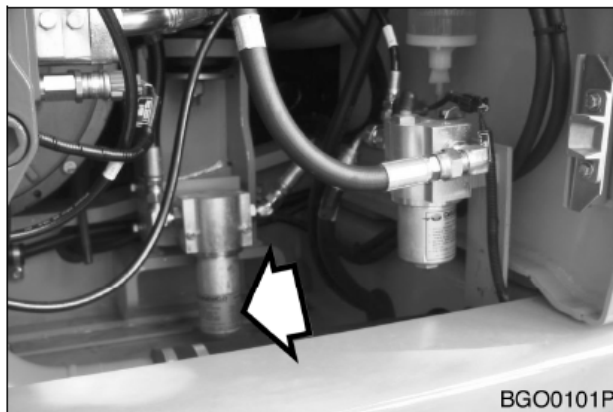

Рис. 65
3. Определить место расположения узла фильтра тормозной системы. См. рис.65.